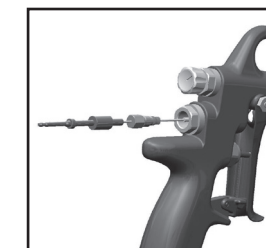

Fig. 12
5. Déposer le système d'aiguille. (voir fig. 12).
6. Insérer le système d'aiguille neuf et un ressort neuf si nécessaire. (voir fig. 12 et 10) S'assurer que la virole du ressort est bien fixée au ressort.